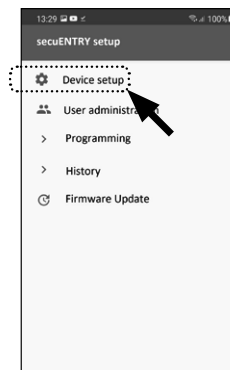

Abb. 28
③ Tippen Sie im Folgemenu auf „Device Setup“ (Abb. 28). Hier können Sie secuENTRY Einheiten der App hinzufügen und einrichten.